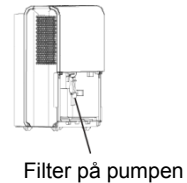

Fig. 12
- Rengjør filteret i pumpen. Fjern bøtten fra enheten, ta ned pumpen, og rengjør filteret i pumpen (se fig. 12).